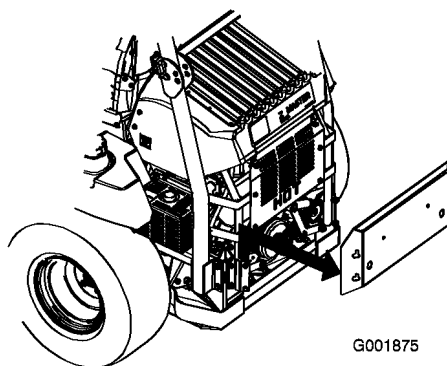

Figura 62
3. Retire el panel trasero del motor (Figura 62).